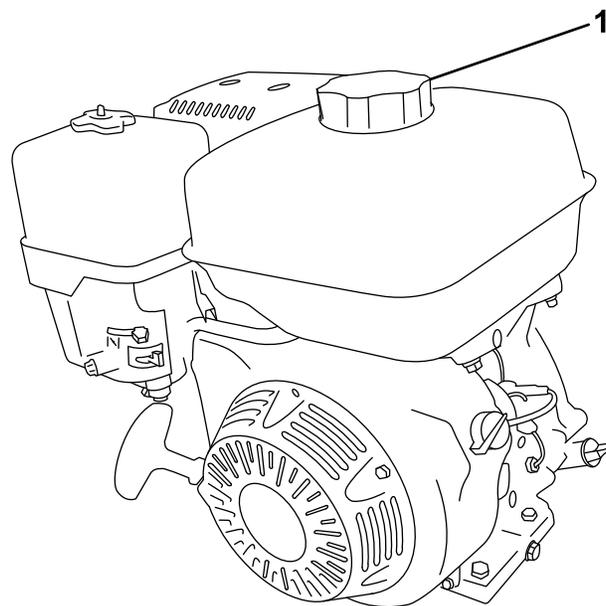

Figure 12
2. Nettoyez la surface autour du bouchon du réservoir de carburant et enlevez le bouchon (Figure 12).
4. Revissez fermement le bouchon du réservoir de carburant (Figure 12).